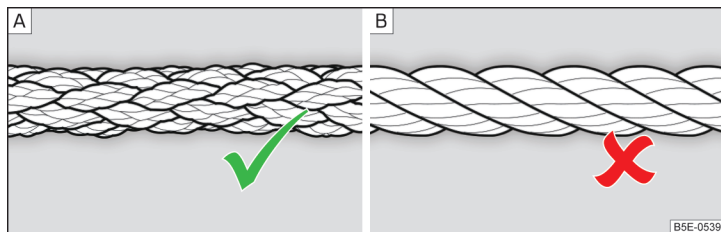

Fig. 179 Cablul de tractare împletit / cablul de tractare spiralat
Pentru tractarea cu ajutorul unui cablu se va utiliza numai un cablu de tractare din fibre sintetice, împletit » fig. 179 - A » !.
- La tractare nu utilizați cablu de tractare înfășurat » fig. 179 - B, cârligul de tractare s-ar putea desface la autovehicul - există pericol de accident.